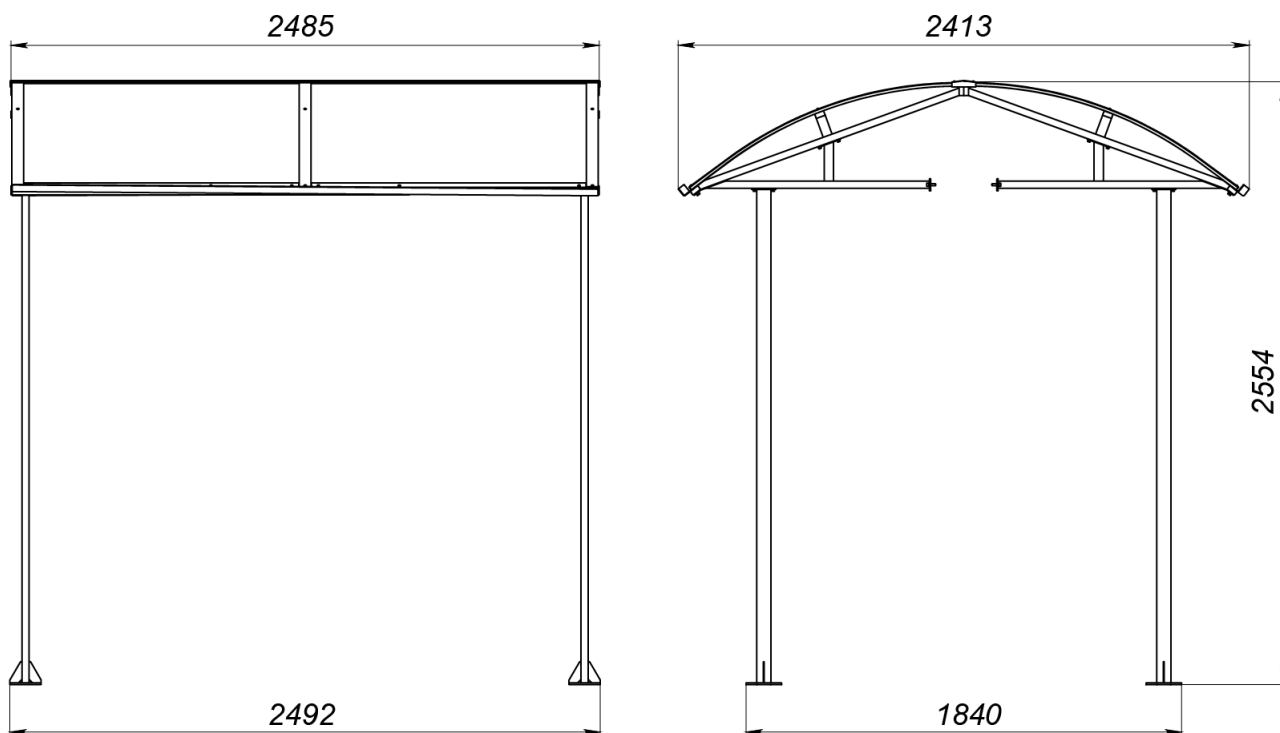
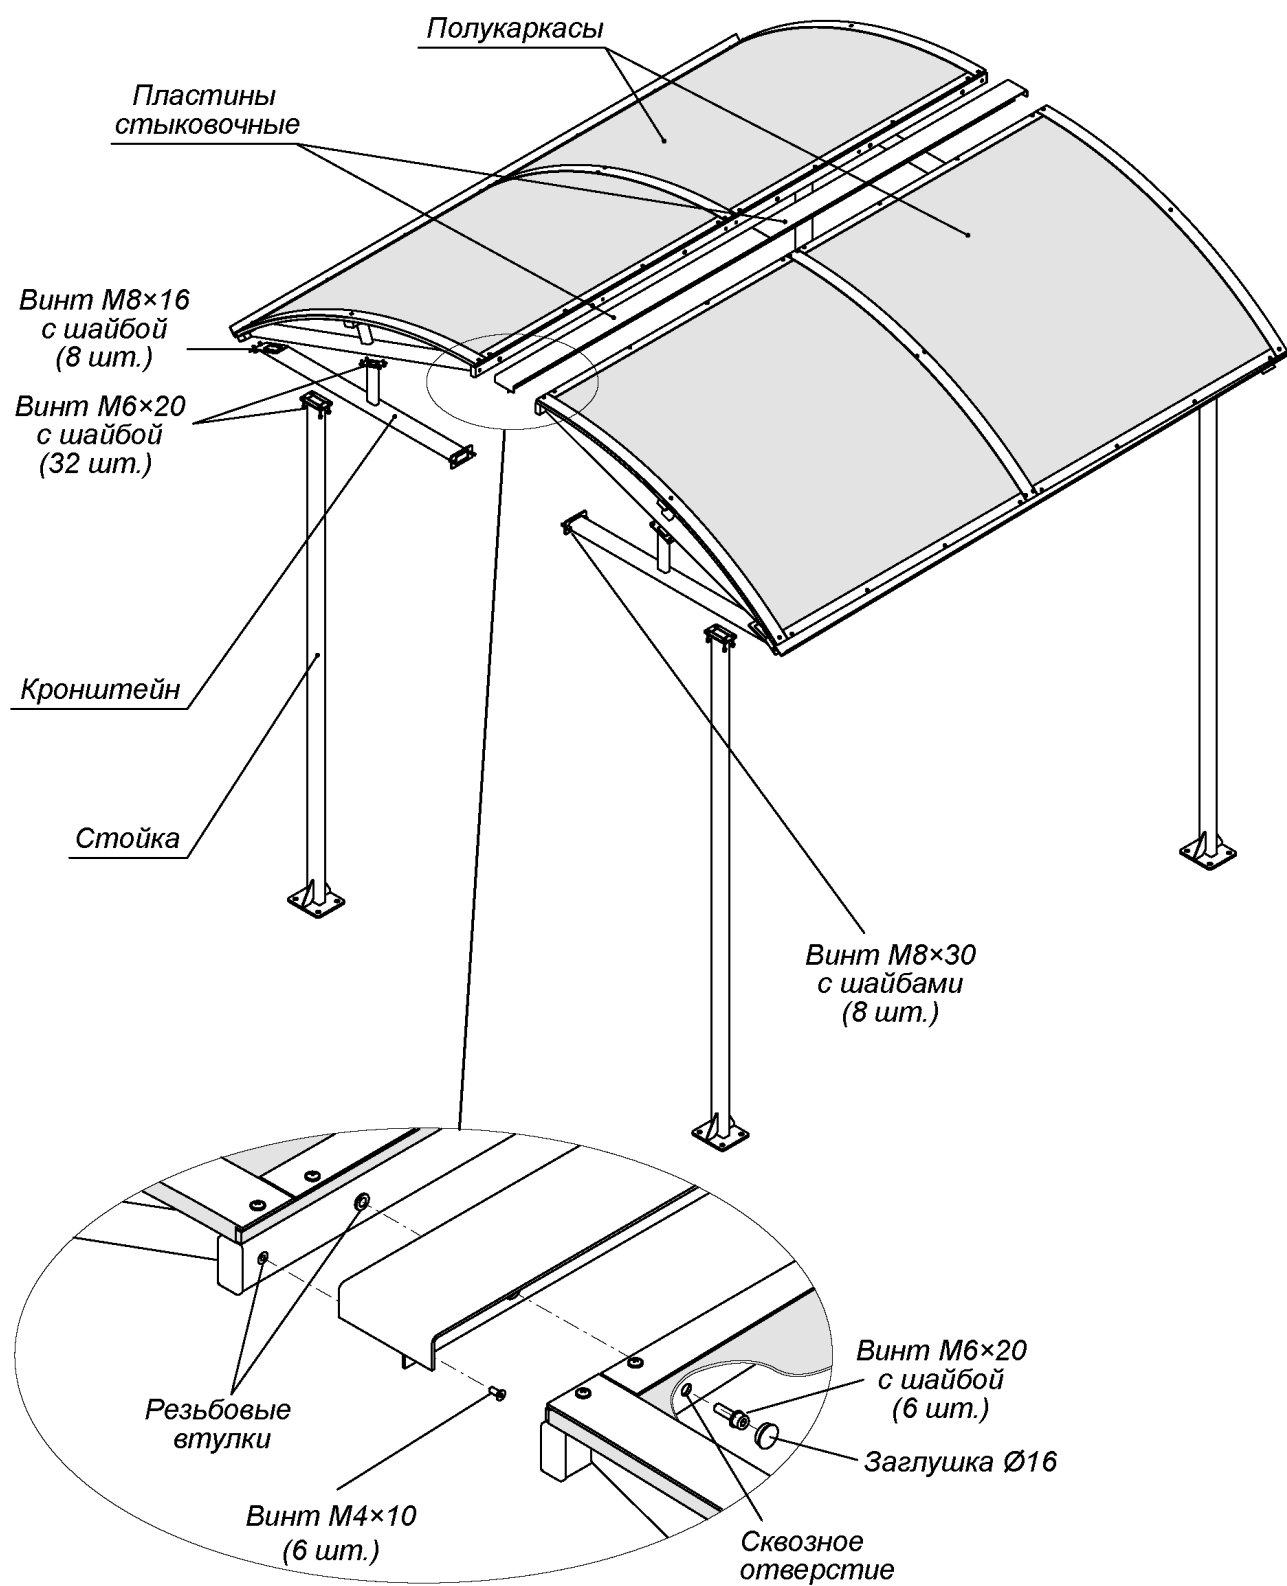
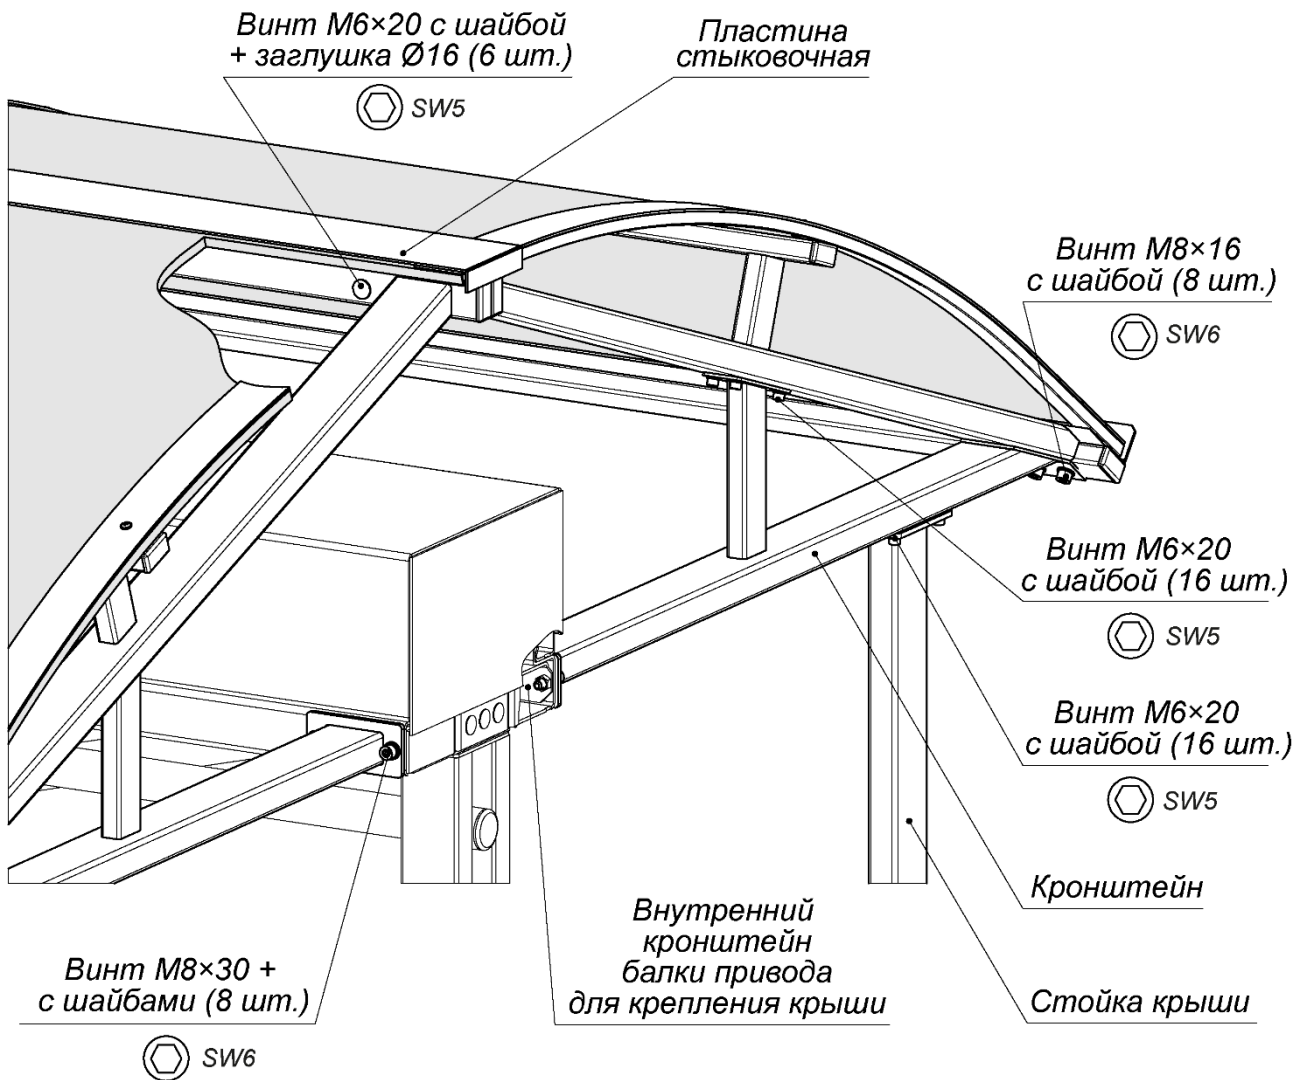

Рисунок 1. Габаритные размеры крыши
Рисунок 2. Устройство крыши
Рисунок 4. Монтаж крыши к балке привода турникета
¹ Габаритные размеры крыши указаны на рис. 1.
Устройство крыши показано на рис. 2. Габаритные размеры крыши показаны на рис. 1.
7. Поднимите кронштейн на верхнюю горизонтальную площадку стойки, совмещая крепежные отверстия и отверстия в стойках и сориентировав фланец кронштейна на боковой поверхности балки привода турникета. Зафиксируйте кронштейн винтами М6×20 с шайбами на каждой стойке, ключ SW5 (см. рис. 4).
8. Закрепите кронштейн двумя винтами М8×30 с пружинными и плоскими шайбами к балке привода турникета, ключ SW6 (см. рис. 4). Затяжка болтов – предварительная. Стык фланца кронштейна и балки привода турникета перед затяжкой винтов рекомендуется герметизировать силиконовым герметиком.
10. Выберите полукаркас, в верхнем профиле которого впрессованы резьбовые втулки (см. рис. 2). Установите его на кронштейны с одной из сторон турникета **PERCo-RTC-20**, зафиксировав его восемью винтами М6×20 с шайбами (ключ SW5) и четырьмя винтами М8×16 с шайбами (ключ SW6) (см. рис. 4).
11. Закрепите две пластины стыковочные на установленном полукаркасе крыши шестью винтами с потайной головкой М4×10 (ключ SW3) (см. рис. 2).
13. Соедините верхние профили полукаркасов винтами M6×20 с шайбами – 6 шт. (ключ SW5) для получения прочной конструкции (см. рис. 2). Отверстия под головки болтов заглушите заглушками Ø16 мм.